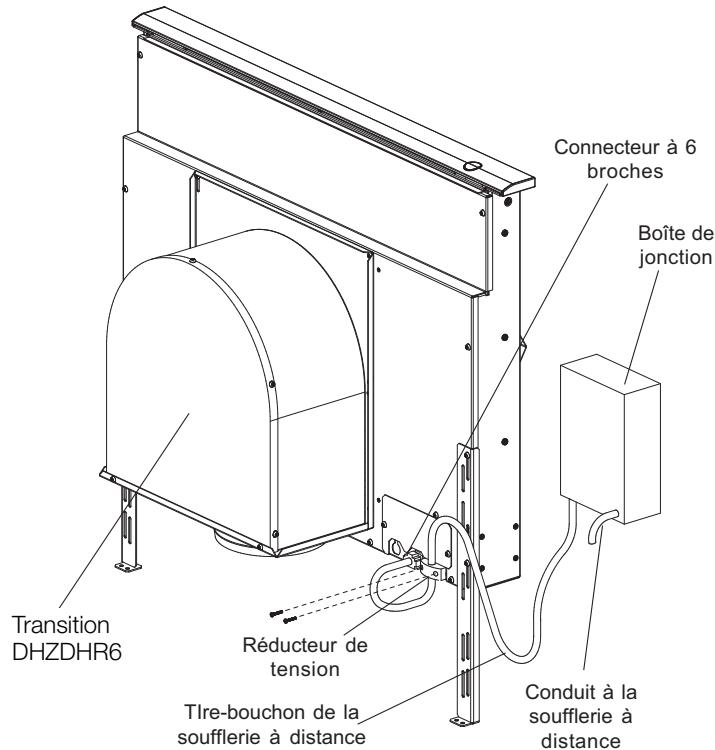

Fig. 11 – soufflerie à distance
**Soufflerie à distance** (voir figures 11 et 12 pour plus de détails):